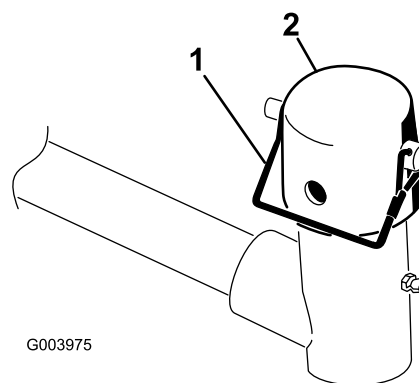

図 6
6. 昇降アームのピボットヨークからスナッパピンとキャップを取る 図 6。
10. スナッパピンを使って、キャップとキャリアフレームのシャフトを昇降アームのヨークに固定する [図 6]。